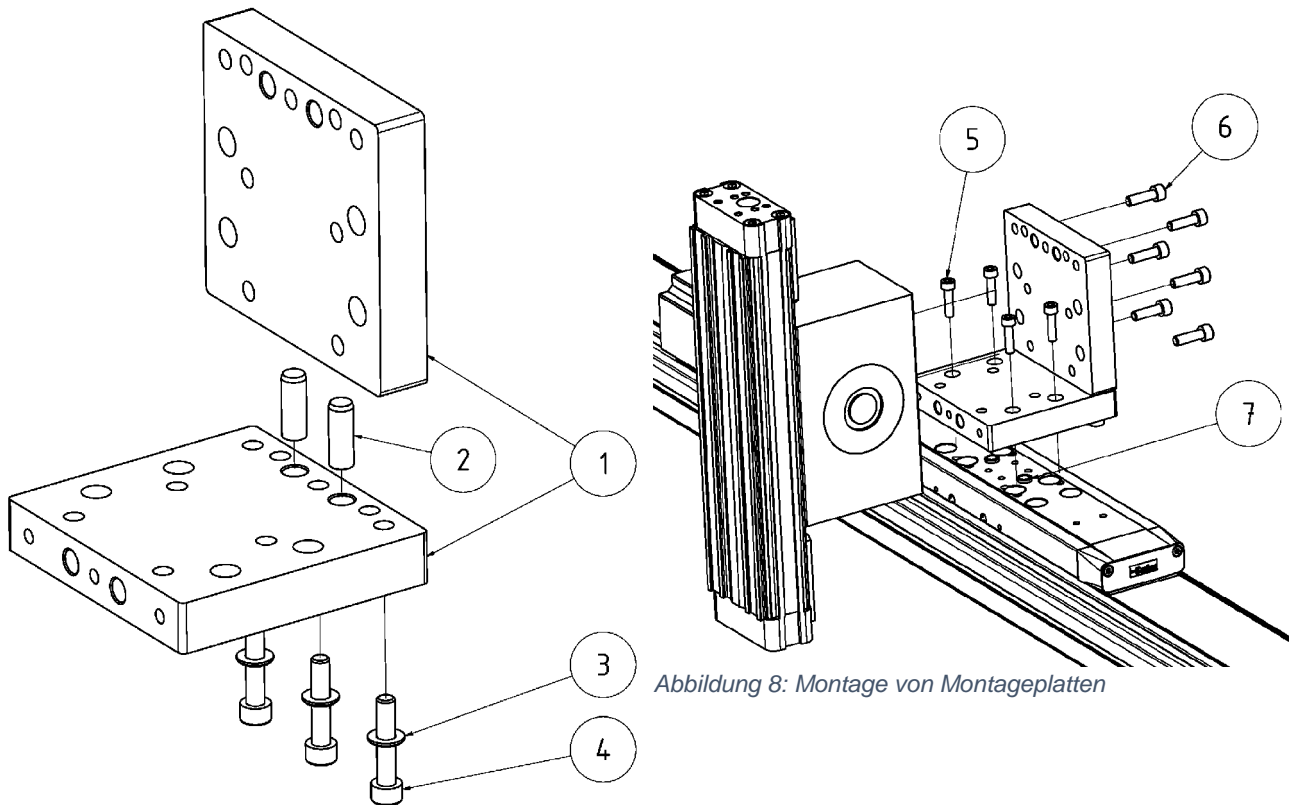

Abbildung 8: Montage von Montageplatten
- ◆ Entfernen Sie beide Zentrierhülsen aus dem Läufer der Linearachse (siehe Abbildung 8: Montage von Montageplatten: Pos. 7)
- ◆ Drücken Sie die mitgelieferten Zylinderstifte (siehe Abbildung 8: Montage von Montageplatten: Pos. 2) in die untere Montageplatte (siehe Abbildung 8: Montage von Montageplatten: Pos. 1). Verwenden Sie hierfür eine Einhandhebelpresse oder eine vergleichbare, geeignete Einpressvorrichtung.
- ◆ Setzen Sie anschließend die obere Montageplatte (siehe Abbildung 8: Montage von Montageplatten: Pos. 1) senkrecht auf die untere Montageplatte und drücken Sie diese auf die vormontierten Zylinderstifte ein.
- ◆ Verschrauben Sie die zwei Montageplatten mit den mitgelieferten Schrauben (siehe Abbildung 8: Montage von Montageplatten: Pos. 4) und dem erforderlichen Anzugsmoment (siehe Tabelle 8: Anziehdrehmomente Montageplatten für OSAP 20-7).
- ◆ Positionieren Sie die vormontierten Montageplatten auf dem Läufer der HLR Linearachse, richten Sie diese parallel zum Läuferprofil aus und befestigen Sie diesen mit den mitgelieferten Schrauben (siehe Abbildung 8: Montage von Montageplatten: Pos. 5) und dem erforderlichen Anzugsmoment (siehe Tabelle 8: Anziehdrehmomente Montageplatten für OSAP 20-7).
- ◆ Setzen Sie die OSP-E20BV z-Achse auf die Montageplatte auf und befestigen Sie diese mit den mitgelieferten Schrauben (siehe Abbildung 8: Montage von Montageplatten: Pos. 6) und dem erforderlichen Anzugsmoment (siehe Tabelle 8: Anziehdrehmomente Montageplatten für OSAP 20-7).
Anzugsmoment Montageplatten (Abbildung 8: Montage von Montageplatten, Pos.4)
Anzugsmoment Montageplatten/Läufer (Abbildung 8: Montage von Montageplatten, Pos.5)
Anzugsmoment OSP-E20BV (Abbildung 8: Montage von Montageplatten, Pos.6)